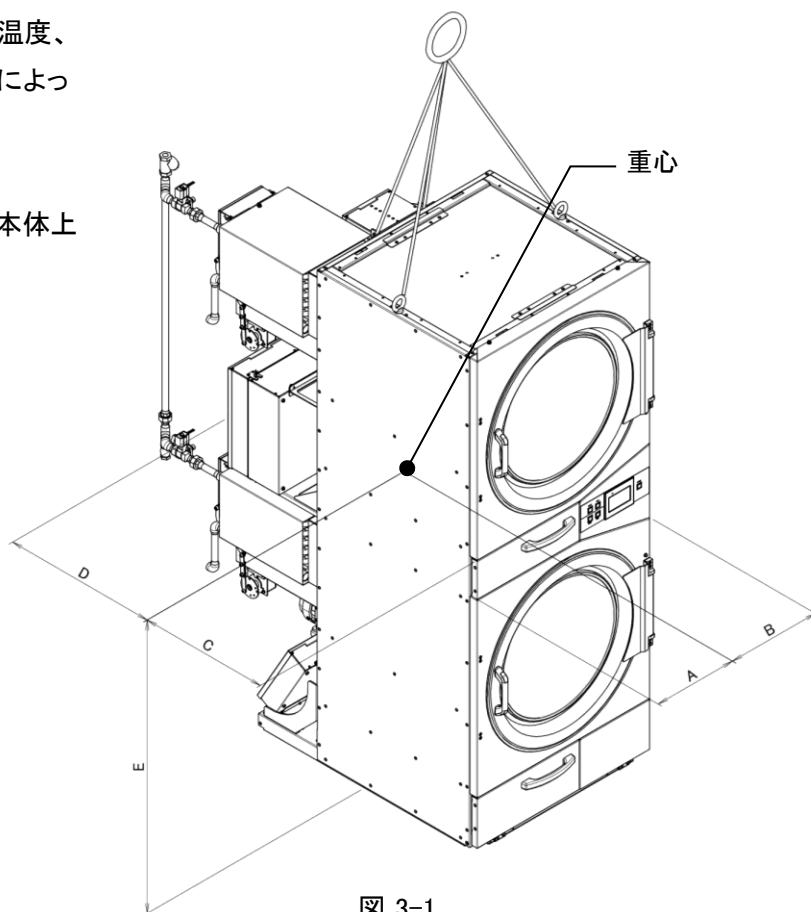

図 3-1
- 2) クレーン等で機械を吊り上げるときは、本体上部（図 3-1）の4ヶ所に必ずフックを掛けて吊り上げます。
- 3) 重量と重心（図 3-1）